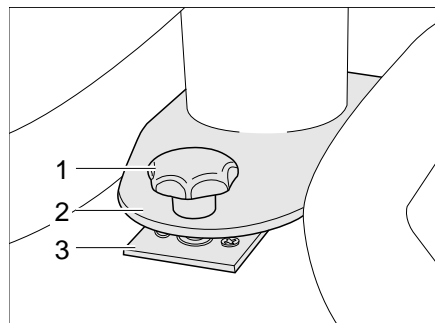

Bild 78 Arretierung fester Tisch
- Den festen Tisch mit der Lochplatte (Bild 78,2) auf die Halterung (Bild 78,3) stellen.
- Den festen Tisch so verschieben, dass die Halteschraube (Bild 78,1) in die Halterung (Bild 78,3) geschraubt werden kann.